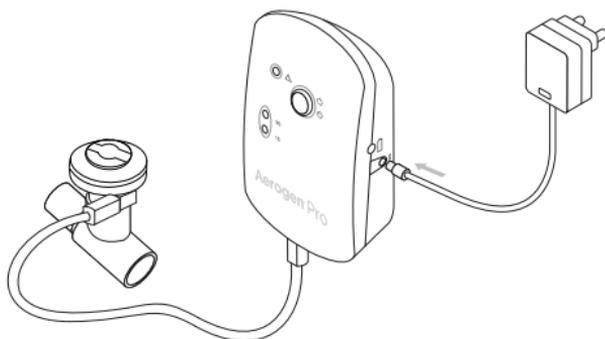

Figure 5. Branchement de l'adaptateur c.a./c.c.
- 5 Pour un fonctionnement sur alimentation secteur (mode de fonctionnement principal), raccorder l'adaptateur c.a./c.c. de l'Aerogen Pro au contrôleur Aerogen Pro et brancher l'adaptateur sur une prise secteur (figure 5).